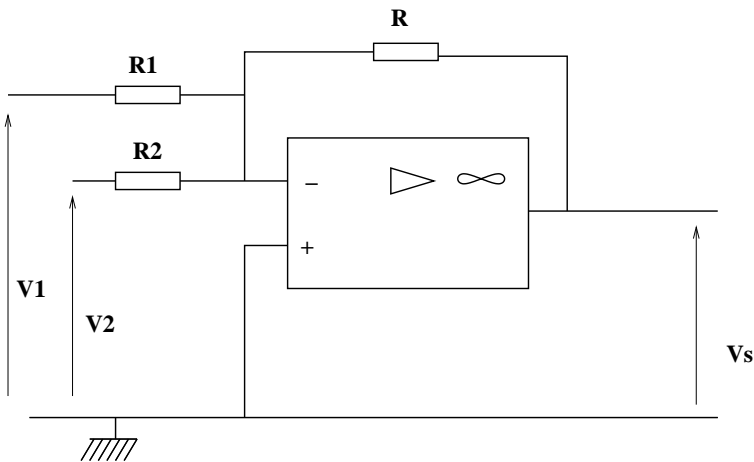

FIG. 3.2 – Montage sommateur.
On propose le montage de la figure 3.2, sur lequel V_1 est un signal sinusoïdal de 1 kHz, V_2 est une tension continue de 5 V, $R = R_1 = 1 \text{ k}\Omega$ et R_2 est une résistance variable.
- Réaliser le montage schématisé sur la figure 3.2, en incluant les appareils de mesure (ici, l'oscilloscope).